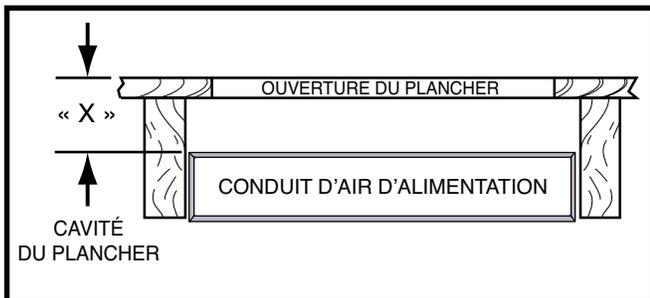

Figure 10. Cavité du plancher
4. Mesurez la distance entre le dessus du plancher et le dessus du conduit d'alimentation en air pour obtenir la profondeur de la cavité du plancher. **REMARQUE** : La profondeur de l'ouverture dans le plancher montrée par un « X » dans la Figure 10 \(page 9\) détermine le connecteur de conduit qui convient.